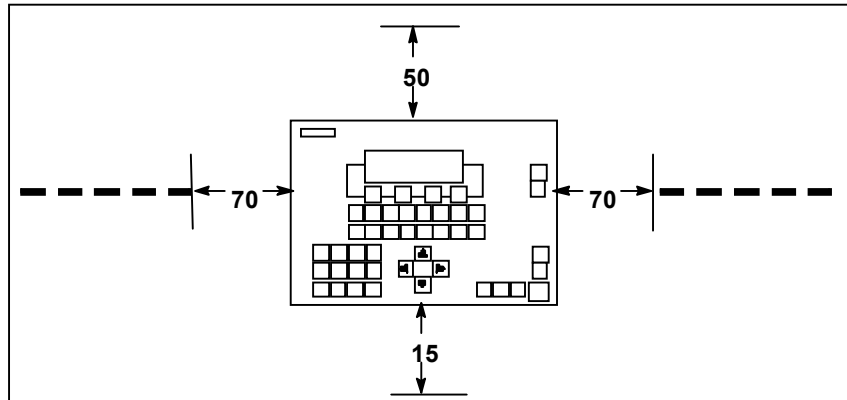

Рис. 2-6 Размеры монтажных интервалов
- На стороне прибора необходимо оставить место для кабелей и воздушной циркуляции как это показано на рис. 2-6.